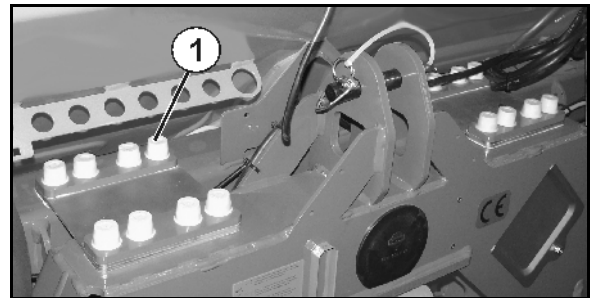

Fig. 54
- 2 x 8 skruer til bladfedre (Fig. 54/1)